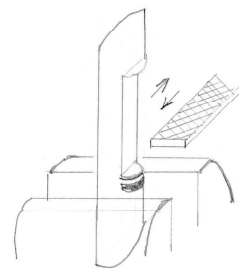

図11
- ①直角定規で調べながら、おもりを万力に直角に取り付ける。
- ②けがき線の内側約4mm のところに弓のこで深さ約3mm の切り込みを入れる。
- ③切り込み部分を案内にして、中目の鉄工やすりを斜めに入れ、中心に山ができるよう、少しずつ削る。
- ④左右交互に削り、けがき線近くまで来たら、やすりを細目に代える。
- ⑤左右をけがき線まで細目の鉄工やすりで削る(図11)。